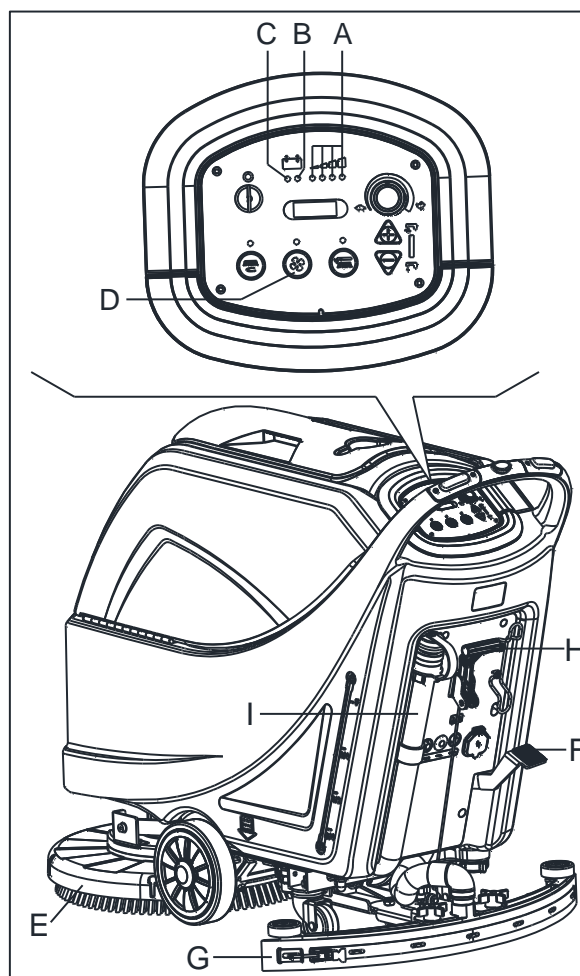
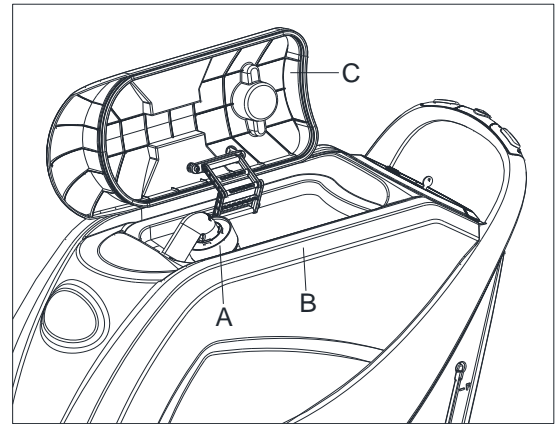

Рисунок 10
Рисунок 11
До тех пор пока горит зеленый предупреждающий световой сигнал (А, Рисунок 10), батареи обеспечивают нормальную работу машины. Когда зеленый предупреждающий световой сигнал (А) выключается, и включается желтый предупреждающий световой сигнал (В), рекомендуется зарядить батареи, потому что оставшегося заряда хватит на несколько минут (в зависимости от характеристик батареи и осуществляемой работы). Когда загорается красный предупреждающий световой сигнал (С), батареи полностью разряжены. Через несколько секунд, щетка/штатив подкладки выключается автоматически, в то время как вакуумная система и (только для машин с тяговым усилением) приводная система останутся включенными, для завершения сушки пола и перемещения машины в определенное место подзарядки.
Автоматическая плавающая система выключения (А, Рисунок 11) блокирует вакуумную систему, когда бак утилизации (В) полон. Дезактивизация вакуумной системы сигнализируется внезапным увеличением частоты шума двигателя вакуумной системы, а также пол не высыхает.
Если вакуумная система выключилась случайно (например, когда поплавок активируется из-за внезапного движения машины), для возобновления работы: выключите вакуумную систему, нажав на переключатель (D, Рис. 10), затем откройте крышку (C, Рисунок 11) и проверьте и убедитесь, что поплавок внутри решетки (A) находится ниже уровня воды. Затем закройте крышку (C) и включите вакуумную систему, нажав на переключатель (D, Рисунок 10).
Когда бак утилизации (B, Рис. 11) полон, слейте его в соответствии со следующей процедурой.
2. Поднимите настил щетки/штатива подкладки (E, Рисунок 10), нажав на педаль (F, Рисунок 10). (только для дисковой машины).
3. Поднимите швабру (G, Рисунок 10) при помощи рычага (H, Рисунок 10).
5. Слейте бак утилизации при помощи шланга (I, Рисунок 10). Затем промойте бак (B, Рисунок 11) чистой водой.